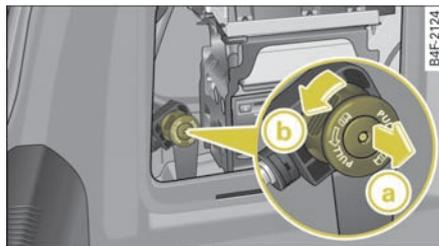

图 219 行李箱：用于解锁牵引装置的手轮
- 沿箭头方向 (a) => 第229页, 图 219 拉出手轮并保持住, 然后沿箭头方向转动到底 (b) => 。手轮二极管的颜色从绿色变为红色闪烁状态。